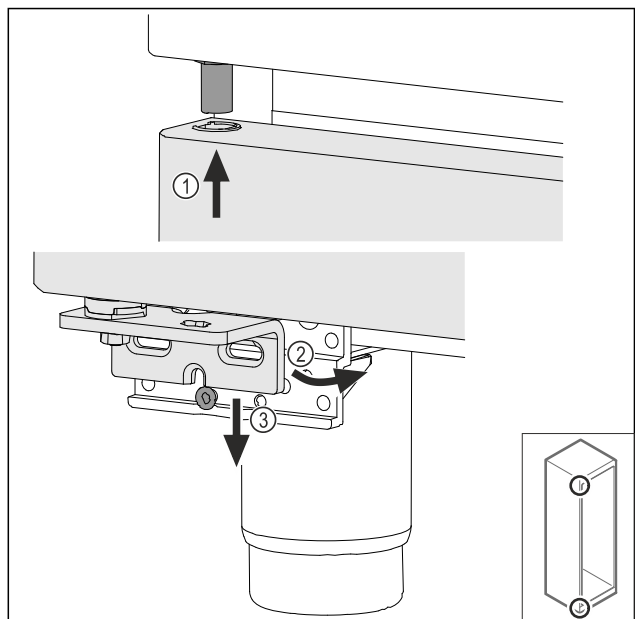

Fig. 43
- Tür leicht gekippt oben einfädeln Fig. 43 (1), Tür gerade ausrichten Fig. 43 (2) und unten auf die Lagerbockschraube Fig. 43 (3) aufsetzen.